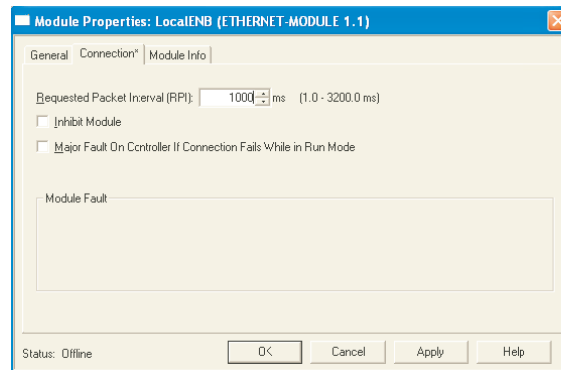

Abbildung 4.3.21q Module Properties Seite
- Setzen Sie in der Module Properties Seite (Abbildung 4.3.21q) RPI auf 1000 und bestätigen Sie mit 'OK'.